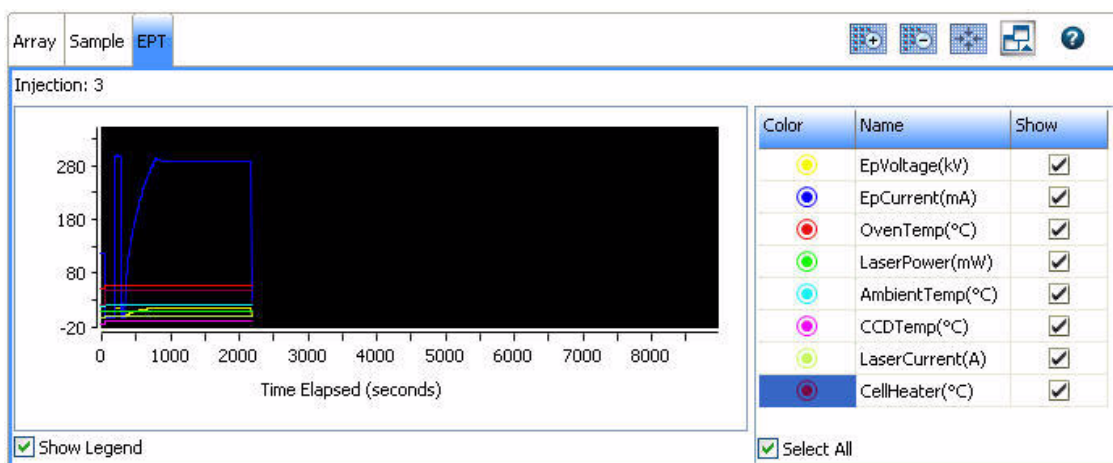

Figura 22: La pestaña EPT muestra los datos de las condiciones del equipo.
La pestaña **EPT** (*ElectroPhoresis Telemetry*) muestra los datos de las condiciones del instrumento (Figura 22). Las variables son las siguientes: potencia del láser, temperaturas (del horno, del ambiente y de la célula de detección), voltaje (KV) e intensidad (mA) de la electroforesis. Todas ellas muestran el valor en función del tiempo. Esta vista incorpora opciones para seleccionar y anular la selección de las variables que desean verse u ocultarse.